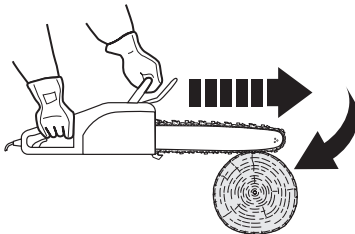

Fig. 26
1. Um aperto da corrente (3) ao longo da parte inferior da lâmina (4) pode resultar num movimento para a frente na direção oposta ao utilizador (Fig. 26).